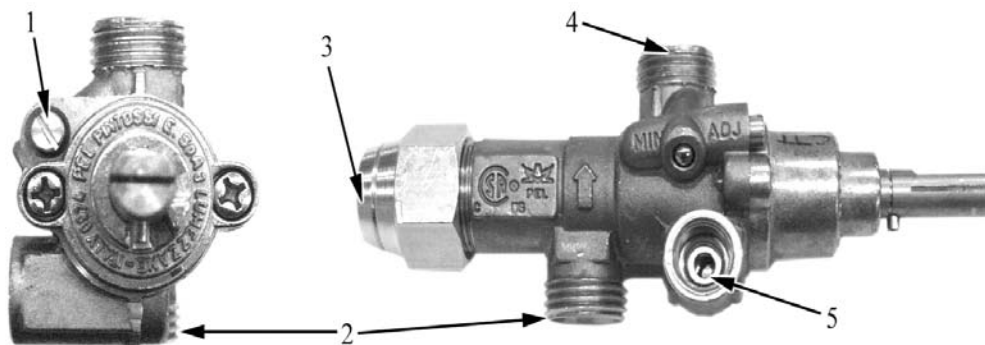

Abb. 19 Ausführungen (senkrecht oder waagrecht für Stadtgas)
Für den Betrieb mit Flüssiggas die Knäufe abnehmen, einen Schraubenzieher in die Öffnung einführen und die Schraube auf pos. 1 auf *** 'Abb. 19 Ausführungen (senkrecht oder waagrecht für Stadtgas)' on page 45 ***.